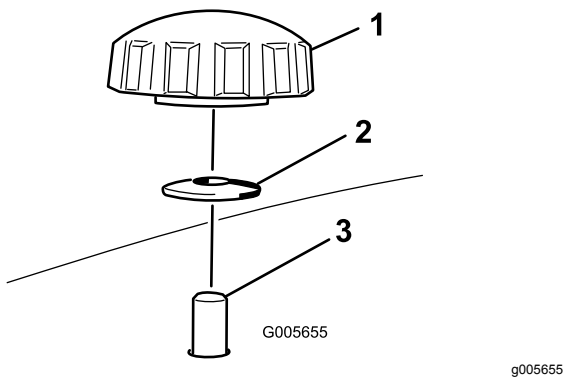
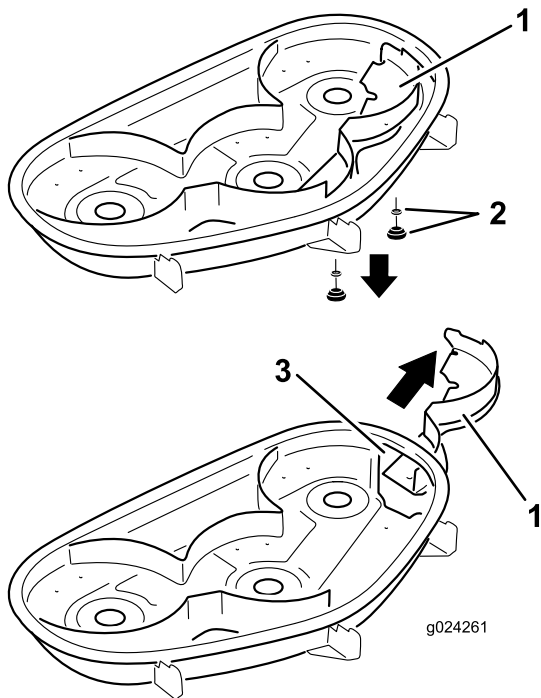

Bild 16
Bild 17
4. Nehmen Sie die beiden Handräder und die Wellenscheiben ab, mit denen das rechte Ablenkblech am Mähwerk befestigt ist (Bild 16).
5. Nehmen Sie das rechte Ablenksblech ab und senken Sie das Grasablenksblech über der Auswurfkanalöffnung ab, wie in Bild 16 und Bild 17 dargestellt.
5. Schieben Sie das rechte Ablenkblech unter das Mähwerk und befestigen Sie es mit zwei Handrädern und Wellenscheiben (kappenförmige Seite zum Mähwerk), wie in Bild 16 und Bild 17 abgebildet.